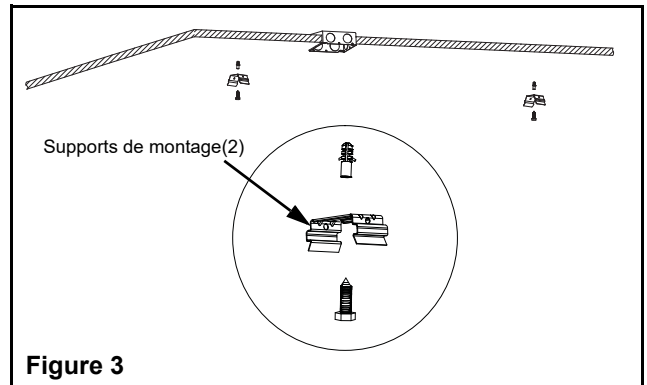

Figure 3
1. Installer les supports de montage à la surface. Utiliser les ancrages appropriés pour la surface (see fig. 3).